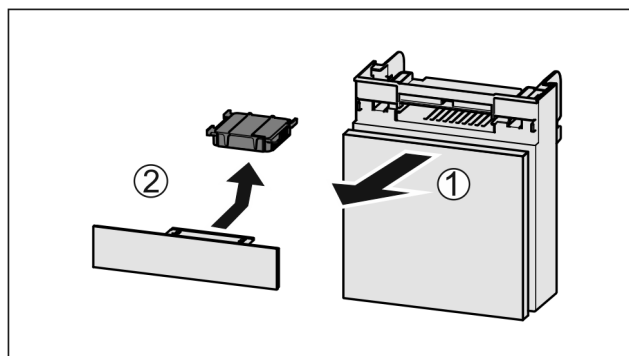

Fig. 80
- ▶ Вытянуть Fig. 80 (1) отделением движением вперед.
- ▶ Извлечение Fig. 80 (2) фильтра с активированным углем.